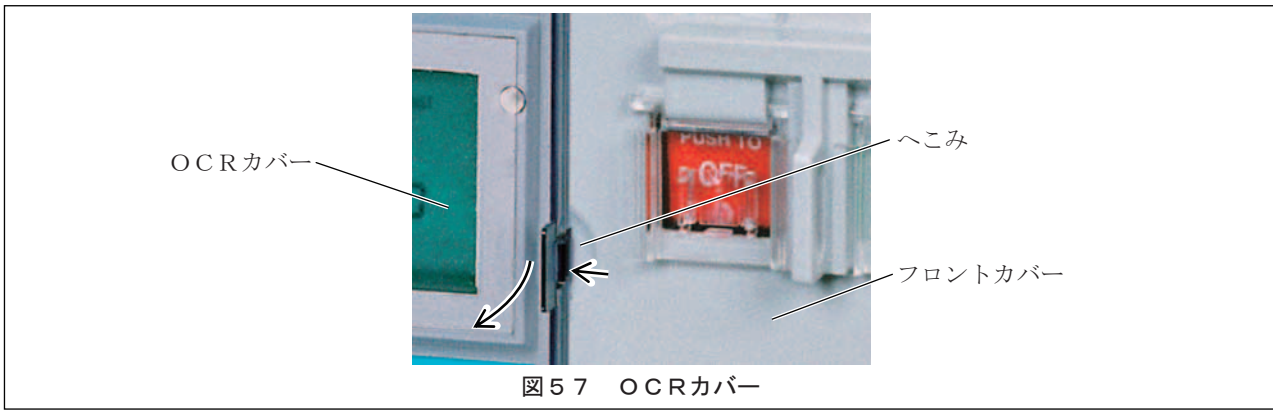

図57 OCRカバー
- 1) 図57に示すOCRカバーの右端のフロントカバーへこみに指を入れ、OCRカバーを左に押して開き止めの掛かりを外し、OCRカバーを開きます。OCRカバー施錠時は、開錠してからOCRカバーを開きます。